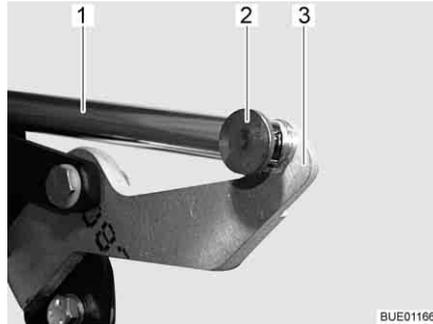

Bild 107 Antrieb
- Verbindung (z. B. Splint und Stift) (Bild 107,2) zwischen Schubstange (Bild 107,1) und Hebel (Bild 107,3) abnehmen.